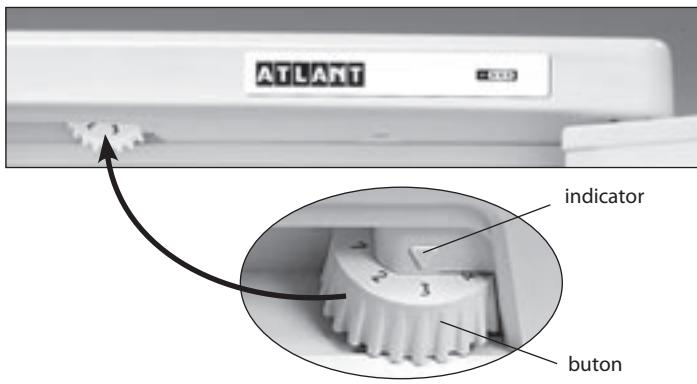

Figura 3 — Reglarea temperaturii
1.4 Elementul de reglare a temperaturii din frigider, în conformitate cu Figura 3 este butonul de reglare a temperaturii (numit în continuare - buton), care se află sub masca frigiderului. Butonul se rotește în sensul acelor de ceasornic sau în sensul contrar al acestora și are diviziuni numerice. Diviziunea "1" corespunde celei mai joase setări de temperatură (răcire minimă) în camera frigorifică, diviziunea "7" – celei mai înalte setări de temperatură (răcire maximă). Pentru a regula temperatura, fixați diviziunea butonului sub indicator.
Deschideți ușa CF și fixați sub indicator diviziunea "2" a butonului. Închideți ușa CF. Pentru setarea temperaturii optimale pentru păstrarea produselor în camera frigorifică, efectuați reglarea cu ajutorul butonului în conformitate cu figura 3. În cazul dacă după ajustarea sau schimbarea condițiilor de exploatare compresorul a început să funcționeze continuu, este necesar de a roti rola în direcția reducerii decalajului digital până când se fixează cu clic în termostat. După ajustare temperatura în frigider se menține în mod automat.